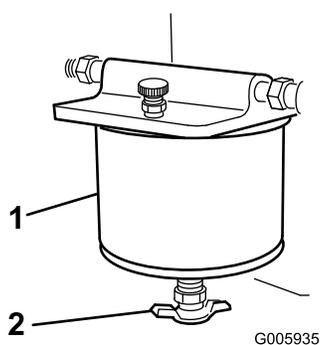

図 32
4. ドレンバルブを開いてフィルタに溜まっている水を抜く 図 32